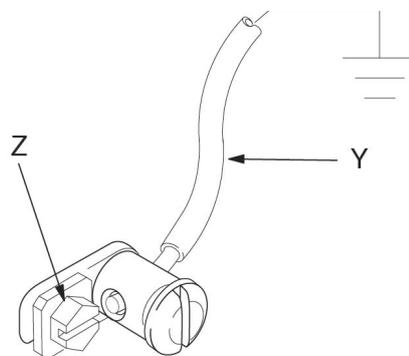

ABB. 1
Pumpe: Erdungskabel und Klammer wie in ABB. 1. Die Erdungsschraube (Z) entfernen und durch die Öse der Ringklemme am Ende des Erdungskabels (Y) einführen. Die Erdungsschraube wieder an der Pumpe befestigen und gut festziehen. Das andere Ende des Drahtes mit einer guten Erdleitung verbinden. Bestellinformationen: Erdungskabel und Klammer, Teile-Nr. 222011.